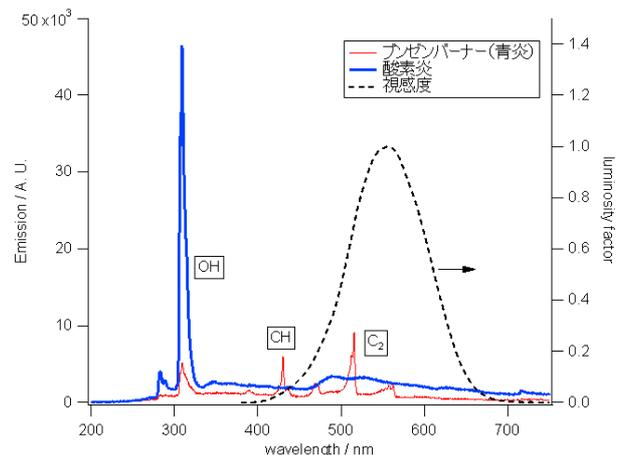

図 1-1 ブンゼンバーナーの炎（細い実線）と酸素炎（太い実線）のスペクトル。人間の視感度（破線）がほとんどない紫外領域の発光に注意。
- (1) ガラス細工を行う時は保護眼鏡を着用する。
- (2) ガラスの破片、焼けた材料を作業台に放置しないこと。
- (3) 廃材は所定の缶に、再利用可能なものと困難なものに分別して入れること。
- (4) 不必要に長いガラス管は使用しないこと（基本、ガラス管は使い倒す）。
- (5) 高温の炎からは目に有害な紫外線が放射されている。保護メガネは有害な紫外線のある程度カットしてくれるが過信はできない。図 1-1 にブンゼンバーナーの炎のスペクトル（空気を十分入れた時の青炎）と酸素炎の典型的なスペクトルを示す。特に酸素炎を扱う際には短時間で切り上げるか、溶接等に使用される専用のゴーグルをするのが望ましい。